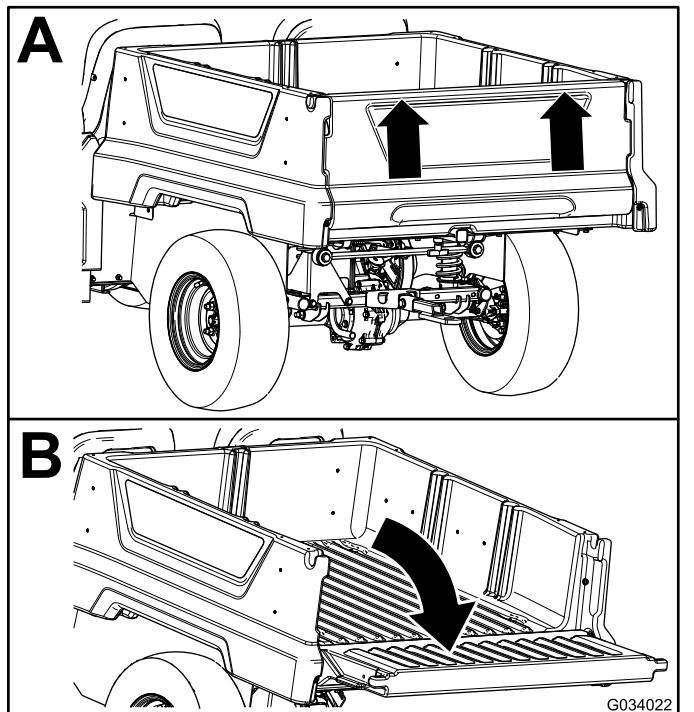

Figura 23
2. Eleve el portón trasero con las dos manos mediante el reborde cerca de la parte superior del portón trasero (Figura 23).
3. Baje el portón hasta que quede nivelado con la parte inferior de la plataforma de carga (Figura 23).